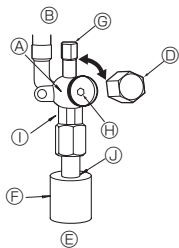

Fig. 4-6
- (1) Сторона с газом/жидкостью ZRP35-71 (Fig. 4-6)
- ① Снимите колпачок и поверните шток золотника против часовой стрелки до упора, используя для этой цели 4 мм шестигранный гаечный ключ. Прекратите поворачивать шток в момент, когда тот достигнет стопора. (ø9,52: Приблизительно 10 оборотов)
- ② Убедитесь в том, что запорный кран полностью открыт, надавите на ручку и поверните колпачок в первоначальное положение.